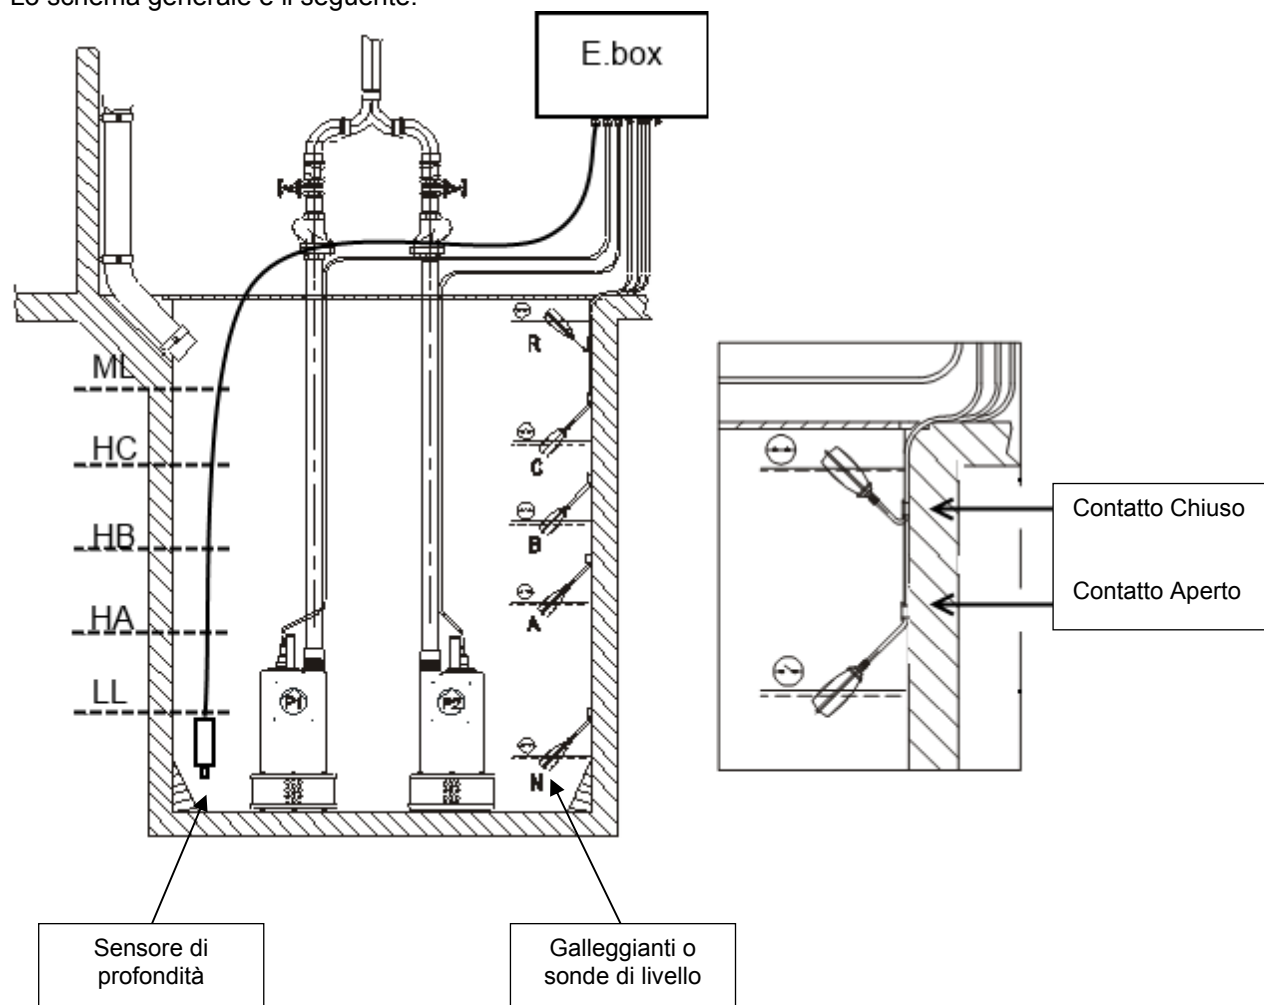
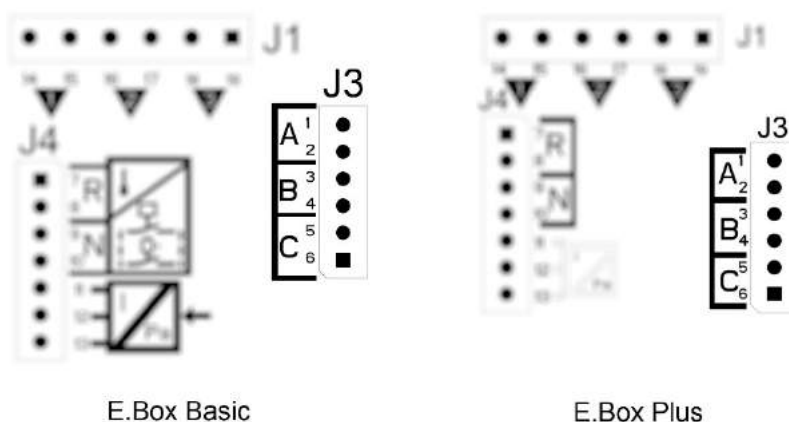

Figura 31: Drenaggio schema impianto
Figura 34: Ingressi
- Usare galleggianti per drenaggio, contatto aperto a livello acqua basso, vedi Figura 31: drenaggio.
- **Sistema a 2 galleggianti o sonde di livello:** in questo caso vanno utilizzati gli ingressi B e C. Il morsetto A deve essere lasciato libero. I galleggianti nella vasca vanno collegati come in Figura 31. Per l'installazione elettrica vedere Figura 34 Ingressi.
- **Sistema a 3 galleggianti o sonde di livello:** in questo caso vanno utilizzati gli ingressi A, B e C. I galleggianti nella vasca vanno collegati come in Figura 31: drenaggio schema impianto. Per l'installazione elettrica vedere Figura 34 Ingressi.